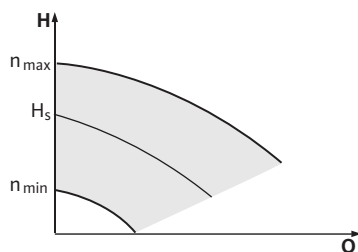

Fig. 12: Tryb regulacji ręcznej
Prędkość obrotowa pompy może być utrzymywana na stałym poziomie między  $n_{\min.}$  a  $n_{\max.}$  (Fig. 12). Tryb pracy „Nastawnik” dezaktywuje wszystkie pozostałe tryby regulacji.
- Pompa Master to w kierunku przepływu pompa znajdująca się po lewej stronie. Do tej pompy należy podłączyć czujnik różnicy ciśnień. Punkty pomiaru czujnika różnicy ciśnień pompy Master muszą znajdować się w rurze systemu zbiorczego po stronie ssawnej i tłocznej instalacji z dwiema pompami (Fig. 12).